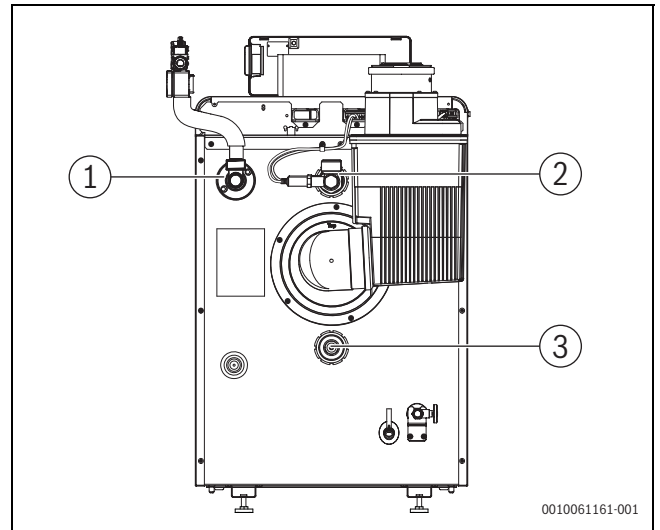
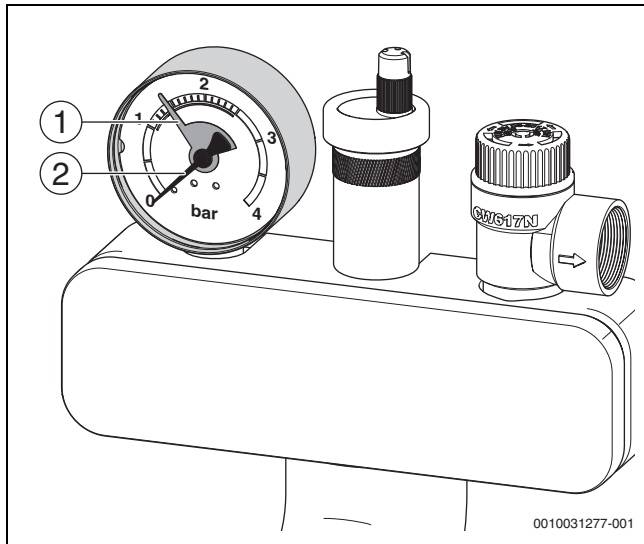

Bild 28 Vorlauf (VK) und Rücklauf (RK) montieren
Bild 29 Manometer (Beispiel)
- ▶ Ausdehnungsgefäß (Zubehör) am Rücklauf oder am Ausdehnungsgefäß-Anschlussset AAS anschließen (→ Bild 28, [3], Seite 23).
- ▶ Roten Zeiger (→ Bild 29) des Manometers auf den erforderlichen Mindestdruck von 1 bar einstellen.
- ▶ Heizungsanlage über den bauseitigen Füllhahn (→ Bild 28) langsam befüllen. Dabei Druckanzeige des Manometers (→ Bild 29) beachten.